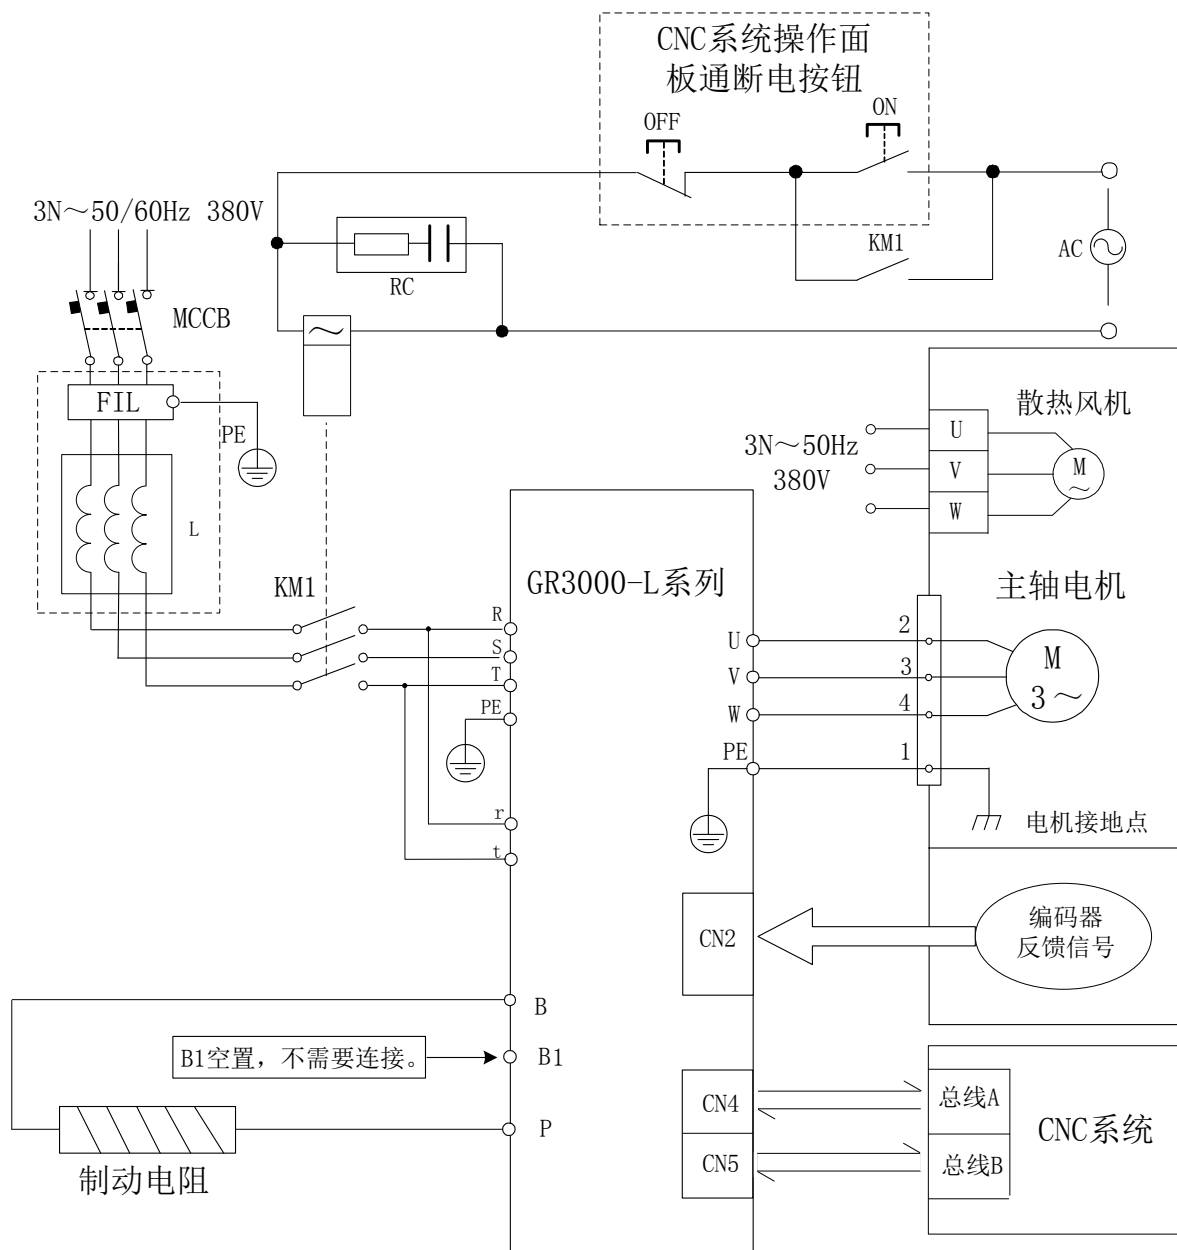

图 3-9 GR3000-L 系列产品配套交流异步主轴伺服电动机主回路接线图
- 如果用户参照图 3-9 接线,务必按照<附录 B>的描述,选择合适的断路器 MCCB。
- 图 3-9 不适用 GR3300-LA2 及 GR3300-LS2。